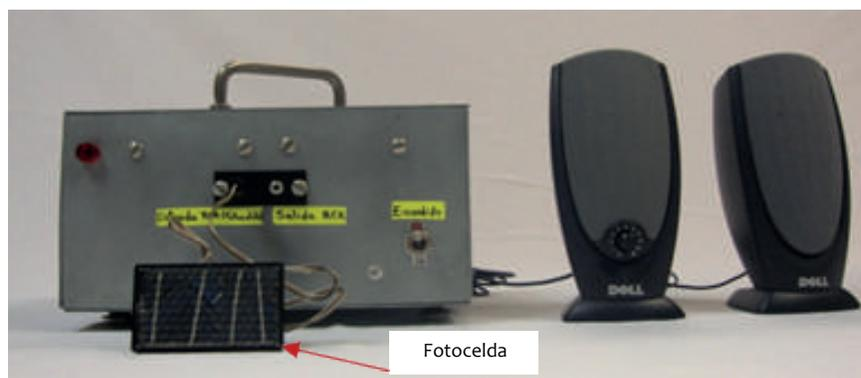

Figura 8.5. Conexión de la fotocelda al demodulador
b) Conecte la fotocelda a la entrada del demodulador (figura 8.5).